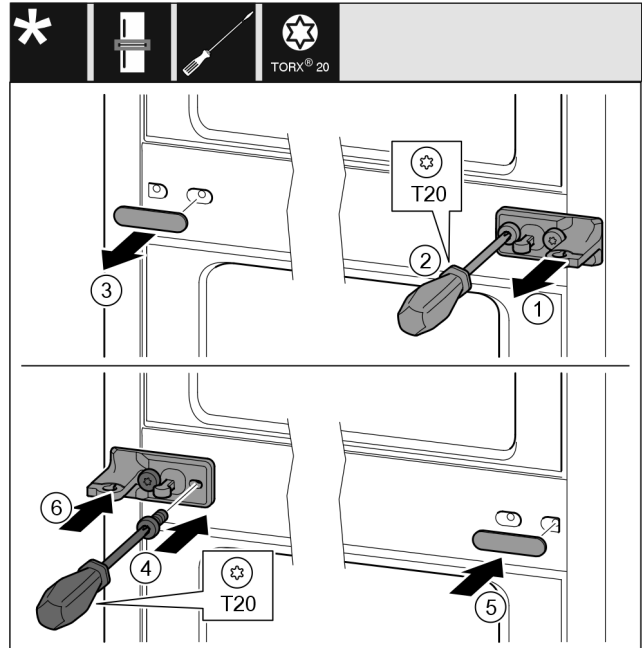

Fig. 12
- ▶ Træk skiven Fig. 12 (1) af.
- ▶ Skru skruerne Fig. 12 (2) ud med en skruetrækker.
- ▶ Træk forsigtigt afdækningen Fig. 12 (3) af.
- ▶ Skru hængslet med folie Fig. 12 (4) fast på den anden side, drejet 180°.
- ▶ Påsæt afdækningen Fig. 12 (5) på den anden side, drejet 180°.
- ▶ Skub skiven Fig. 12 (6) på for forsiden.